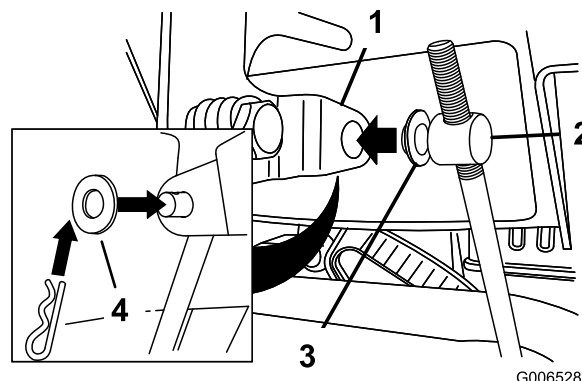

Figura 12
3. Rimuovete la coppiglia e la rondella esterna dal barilotto sull'estremità superiore dell'asta di comando della velocità (**Figura 12**).
Nota: Per agevolare l'installazione lasciate la rondella piana sul barilotto (**Figura 12**).
6. Sollevare l'asta di comando della velocità e inserire il barilotto nel foro della leva del selettore della velocità (**Figura 12**).
- C. Girate il barilotto verso il basso (in senso orario) sull'asta di comando della velocità (Figura 12).
- D. Collegate il barilotto alla leva del selettore di velocità (Figura 12).
- B. Scollegate il barilotto dalla leva del selettore di velocità (Figura 12).
- C. Girate il barilotto verso l'alto (in senso antiorario) sull'asta di comando della velocità (Figura 12).